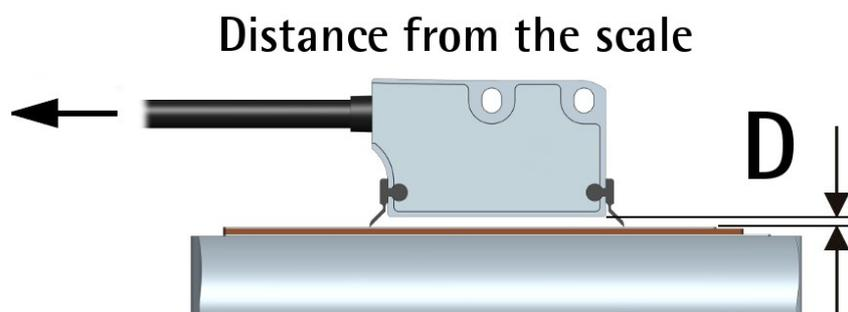
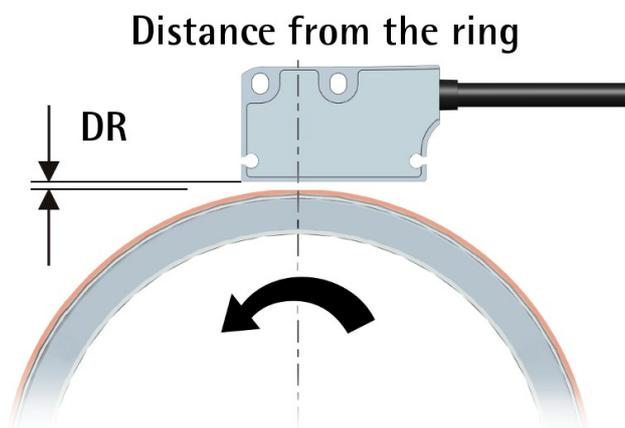

Figura 1 - Distanza montaggio sensore / banda
Figura 6 - Distanza sensore / anello
E' possibile montare la testina sulla banda nelle due direzioni. La freccia in Figura 1 indica la **direzione di conteggio standard** (il fronte di salita del segnale A precede il fronte di salita del segnale B) quando il sensore muove nella direzione indicata dalla freccia; ulteriori informazioni nella sezione "4.6 Direzione di conteggio" a pagina 22.
La distanza D (si veda la Figura 1) tra la base del sensore e la banda magnetica deve essere compresa nei range indicati nella seguente tabella:
La direzione di conteggio positiva (il fronte di salita del segnale A precede il fronte di salita del segnale B) si ha quando il sensore muove sulla banda nella direzione indicata dalla freccia in Figura 1; oppure quando l'anello ruota nella direzione indicata dalla freccia in Figura 6 Per ogni informazione riferirsi alla sezione "4.6 Direzione di conteggio" a pagina 22.
3.11 Spazzole di pulizia opzionali (Figura 1)
La direzione di conteggio standard (il canale A precede il canale B) è da intendersi con movimento del sensore come indicato dalla freccia in Figura 1 nel caso di applicazione lineare; con movimento dell'anello come indicato dalla freccia nella Figura 6 nel caso di applicazione rotativa.
Di default la relazione di fase tra i canali di uscita A e B è tale per cui il fronte di salita dell'impulso A precede il fronte di salita dell'impulso B con movimento dell'encoder nella direzione indicata dalla freccia in Figura 1 nel caso di applicazione lineare; con movimento dell'anello come indicato dalla freccia nella Figura 6 nel caso di applicazione rotativa (si veda la sezione "4.5 Definizione canali d'uscita ABO, /ABO" a pagina 22). Il valore rilevato da un contatore collegato alle uscite dell'encoder è perciò crescente. La direzione di conteggio non può essere modificata.